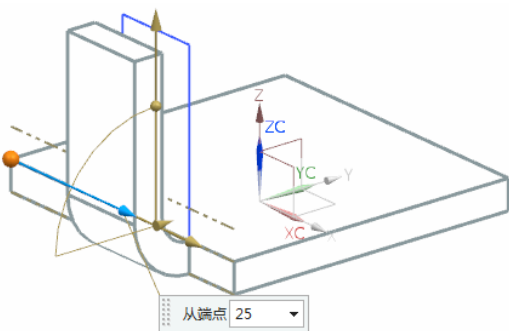

图 3-16 更改“从端点”后的示意图
(4) 在视图区中将“从端点”值更改为 25 或者在对话框中更改“从端点”值，更改后的示意图如图 3-16 所示。